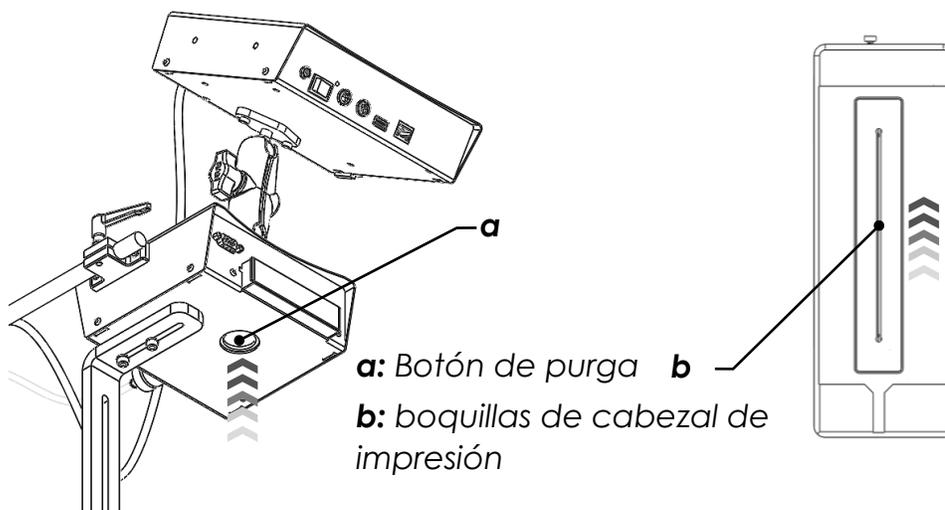

Figura 41
- Presione el botón de purga ubicado en la parte inferior del cartucho de tinta a través de la abertura redonda ubicada en la parte inferior de la unidad de suministro de tinta hasta que la tinta fluya desde los inyectores del cabezal de impresión (consulte la Figura 41).